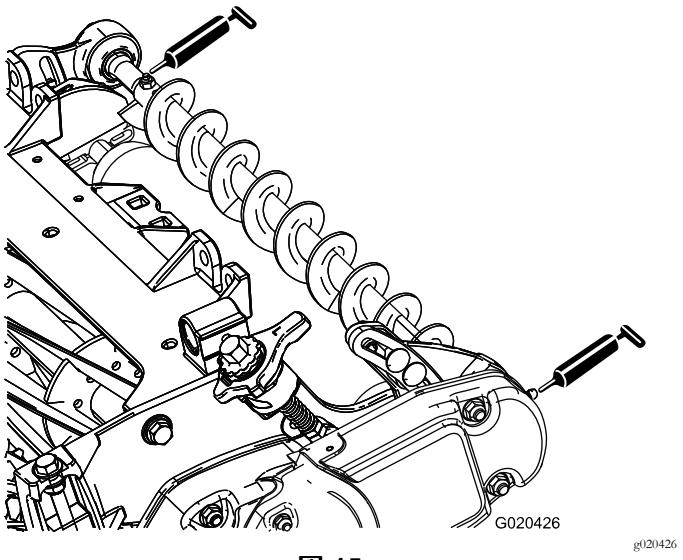

図 15
4. 左右のローラブラシベアリングハウジングのグリス注入部、および、カッティングユニットのその他のグリス注入部に、No.2 リチウム系グリスを注入する図 15。